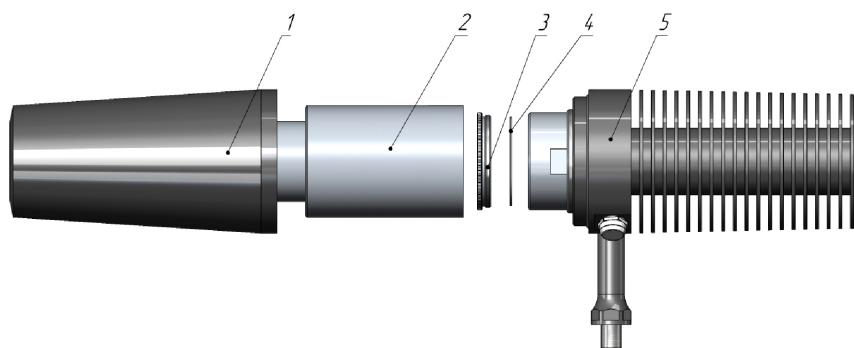

Рис. 1
В процессе эксплуатации проектора может возникнуть необходимость в замене слайда на другой. На Рис. 1 изображена схема последовательности разборки корпуса проектора для замены слайда.
- сначала выкручивается кожух (поз. 1) против часовой стрелки и снимается вместе с резиновым уплотнением Рис. 1;